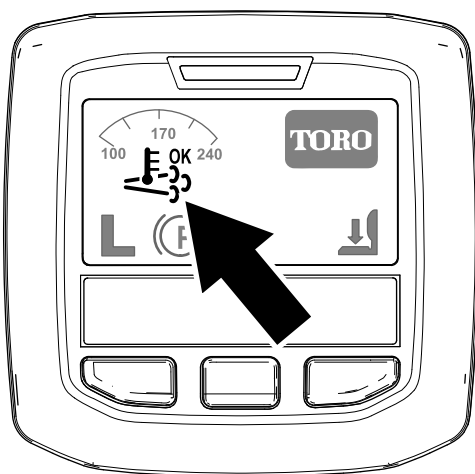

Рисунок 42
- Значок активной регенерации / регенерации со сбросом отображается на дисплее инфо-центра (Рисунок 42).